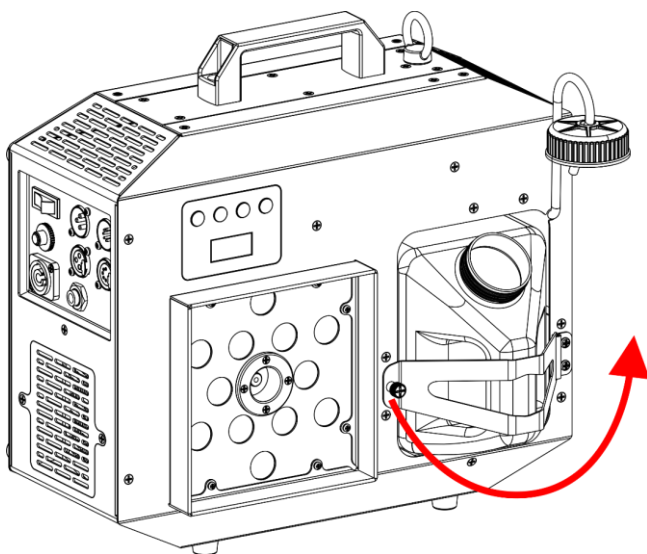

Fig. 08
- 03) Incline el **soporte del depósito de líquido (03)**, como se muestra en la Fig. 08.